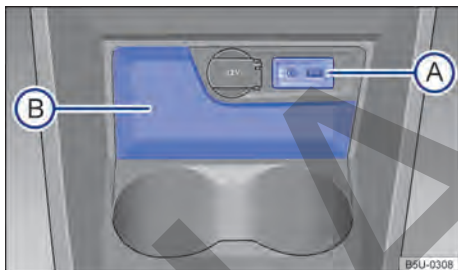

Fig. 100 En la consola central delantera: portaobjetos.
En la consola central delantera hay un portaobjetos abierto → fig. 100 (B).